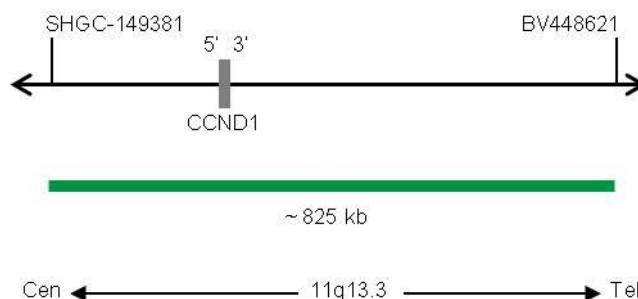

Abb. 1: SPEC CCND1 Sondenlokalisierung (nicht maßstabsgetreu)
- ZyGreen (Anregung 503 nm/Emission 528 nm) markierten Polynukleotiden (~10 ng/ μ l), die gegen Sequenzen in 11q13.3* (chr11:69,203,885-70,031,240) gerichtet sind, welche die CCND1-Genregion enthalten (siehe Abb. 1).